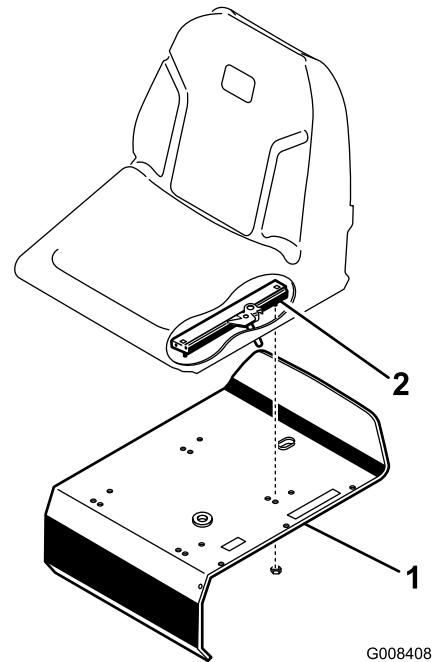

Figura 3
3. Fissate le guide di scorrimento del sedile al supporto del sedile con i dadi di bloccaggio (5/16") in dotazione nelle parti sfuse (Figura 3).